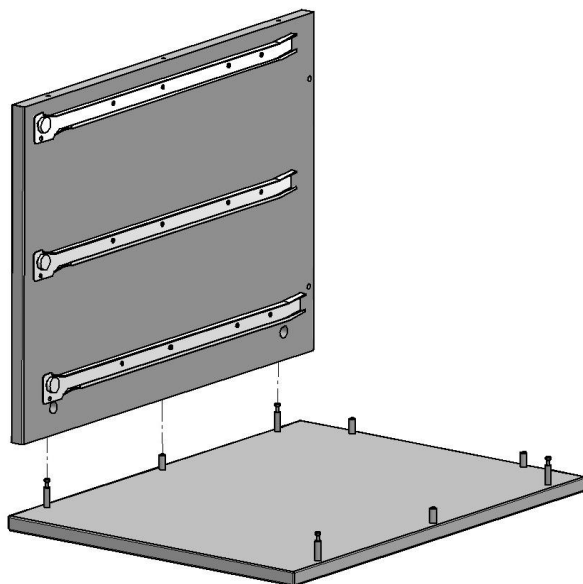

Рис. 4
4.1.4. На сборку по п. 4.1.1. сверху установить стенку боковую правую с направляющими (сборка по п. 4.1.3) (см. рис. 4). В отвер-
ствия стенки боковой правой вставить эксцентрик EC03ZL/18 (поз. 18) стрелкой в направлении плиты верхней и повернуть эксцентрик по часовой стрелке 180° max. (См. рис. 4а, 4б).
Рис. 4а
4.1.6. В сборку по п. 4.1.5. сверху установить стенку боковую левую с направляющими (сборка по п. 4.1.2) (см. рис. 6). В отверстия стенки боковой левой вставить эксцентрик ЕС03ЗЛ/18 (поз. 18) (рис. 6а) стрелкой в направлении плиты верхней и повернуть эксцентрик по часовой стрелке 180° max. (См. рис. 4а, 4б).